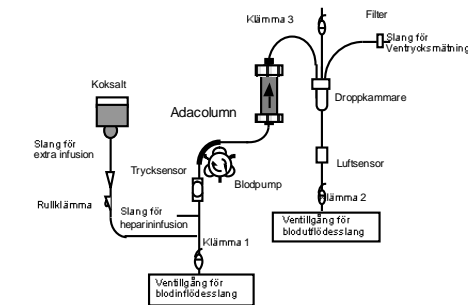

Fig.3
- 2) Anslut blodinflodesslangen och blodutflodesslangen till ovan nämnda veninfart (Fig. 3). Alternativt kan man vänta med att ansluta blodutflodesslangen till veninfarten tills blodet når änden av blodutflodesslangen.